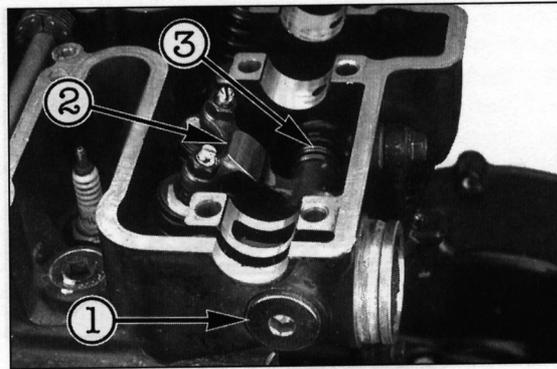

Bild 178
- Schlepphebelwellen ① Bild 178 herausdrehen, Kipphebel ② und Federn ③ entnehmen.